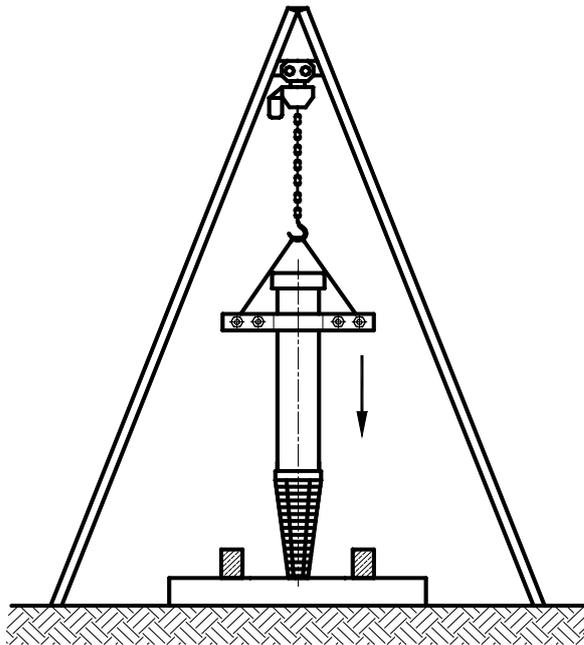

Fig. 2. Instalación del tubo succión
6.2 Instalación del tubo de succión (Fig. 2)